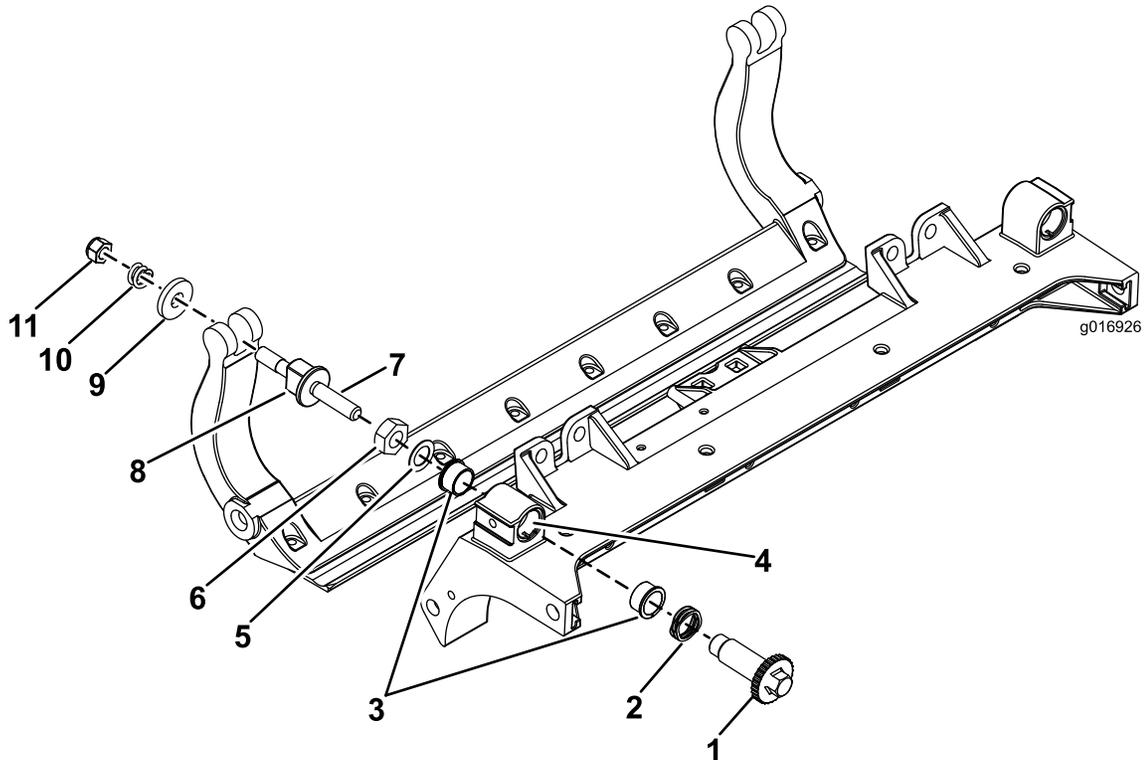

Figure 35
1. Enlevez toutes les pièces (voir les *Instructions d'installation* du kit DPA renforcé et la Figure 35).
2. Appliquez du produit antigrippage à l'intérieur du logement des bagues sur le cadre central de l'unité de coupe (Figure 35).
3. Alignez les clavettes des bagues à embase sur les fentes dans le cadre, et mettez les bagues en place (Figure 35).
4. Posez une rondelle ondulée sur l'axe de réglage et insérez l'axe dans les bagues à embase sur le cadre de l'unité de coupe (Figure 35).
5. Fixez l'axe de réglage avec une rondelle plate et un contre-écrou (Figure 35).
12. Placez une rondelle en acier à l'extérieur de chaque rondelle en nylon (Figure 35).
**Remarque:** Les rondelles peuvent présenter un espace à l'intérieur (Figure 35).
15. Serrez l'écrou sur chaque vis de réglage de la barre d'appui jusqu'à ce que le ressort de compression soit complètement comprimé, puis desserrez l'écrou d'un demi-tour (Figure 35).